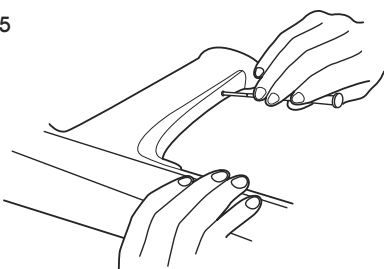

Figure 5
1. L'ouverture de la soupape de gaz est réglée par la vis de réglage. (Voir Figure 5)